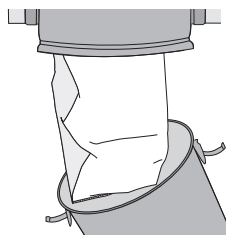

figura 9
1. Para acceder a la bolsa, deshacer los dos ataderos y quitar el depósito del aparato (**figura 9**)